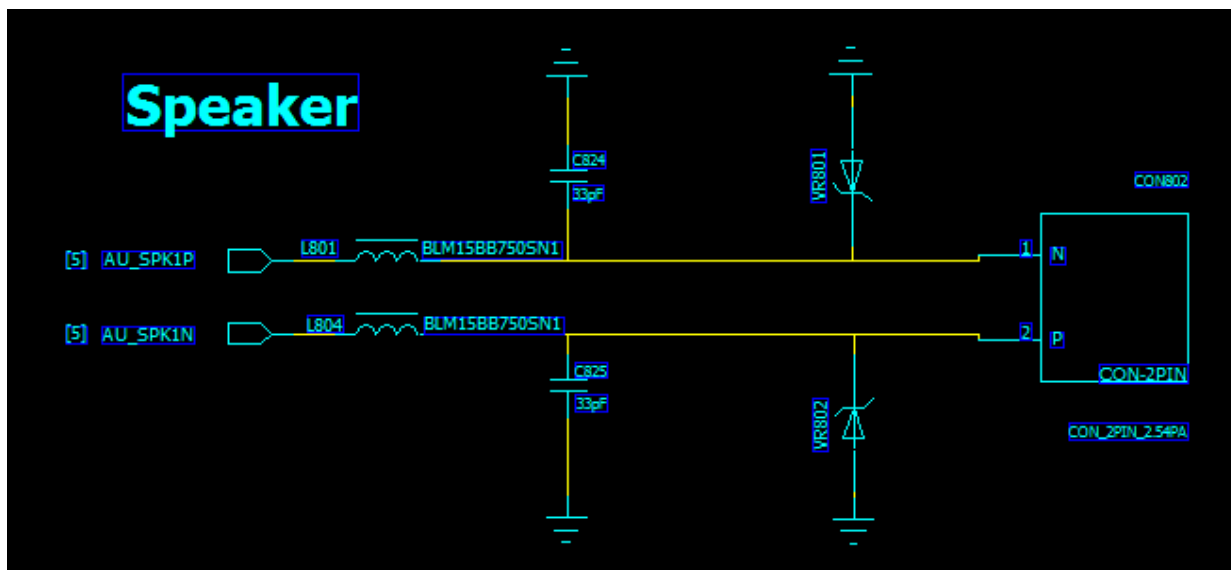

图 3-7
- AU_SPK1P/ AU_SPK1N 主要用于喇叭的输出, 其输出功率为 0.7W(电池电压 3.7V, 负载 8 欧姆), 并可选择工作在 AB 类模式或者 D 类模式 (AB 类的输出功率略低), 其典型应用电路如图 3-7 所示。